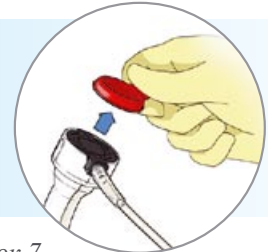

Рисунок 7
- Удалите защитную пластину, расположенную на нижней поверхности порта, потянув ее за красный выступ в направлении от порта одной рукой, одновременно удерживая аппликатор за ствол другой рукой. Утилизируйте защитную пластину (Рисунок 7).